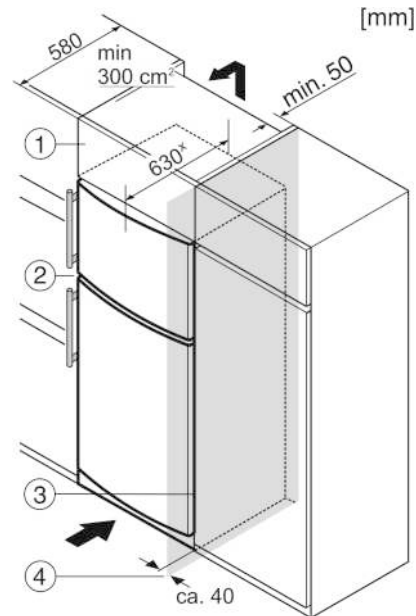

Fig. 9
- (1) Дополнительный шкафчик
- (2) Устройство
- (3) Кухонный шкаф
- (4) Стенка
Устройство может быть окружено предметами кухонной обстановки. Чтобы уравнивать устройство Fig. 9 (2) по высоте с кухонной стенкой, можно установить над устройством соответствующий дополнительный шкафчик Fig. 9 (1).
При комбинировании с кухонными шкафами (глубина макс. 580 мм) устройство можно установить непосредственно рядом с кухонным шкафом Fig. 9 (3). Устройство выступает сбоку на 34 мм* и по центру на 50 мм* относительно передней стенки кухонного шкафа.
Если устройство установлено на шарнирах у стены Fig. 9 (4), то расстояние между устройством и стеной должно быть не менее 40 мм. Настолько выступает ручка при открытой дверце.